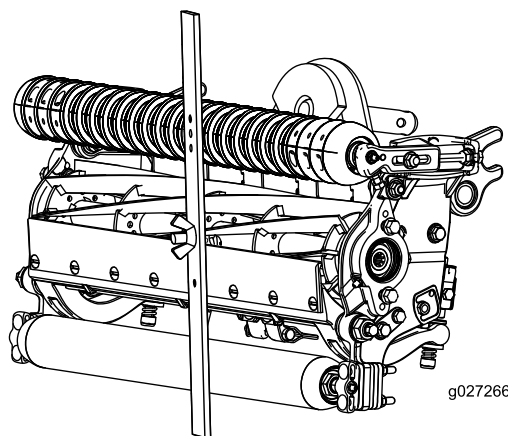

図 17
3. ボルトの頭を下刃の刃先に引っ掛け、バーの後端を後部ローラーに載せたままにする 図 17。
4. フロントローラーがゲージバーに接触するまで調整ボルトを回す 図 17。ローラ全体が下刃と平行になるように、ローラの両側を均等に調節する。